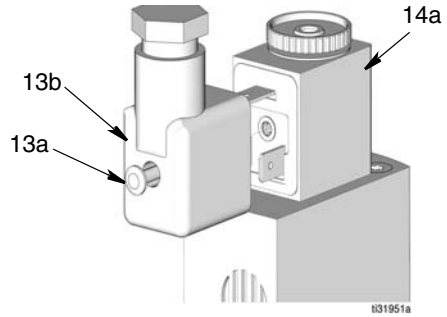

FIG. 40
9. Serrare la vite (13a) sul retro del connettore mini DIN della valvola a solenoide (13b) (FIG. 40).